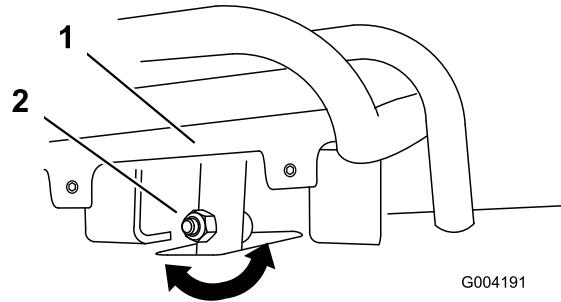
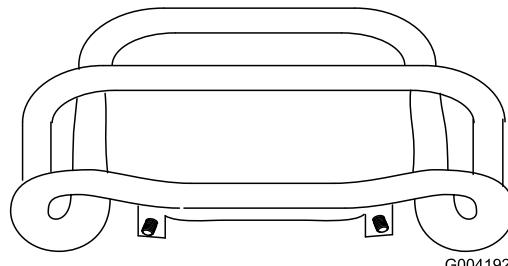

Figura 53
Figura 54
4. Se la parte anteriore del comando della trazione non rimane diritta e a filo con la barra di riferimento, allentare il dado flangiato e imbullonare lo stelo del comando della trazione (Figura 53).
5. Regolare il comando della trazione in modo che rimanga a filo con la barra di riferimento quando viene tirato all'indietro (Figura 53 e Figura 54).
- C. Allentate il dado flangiato e il bullone nello stelo del comando della trazione (Figura 53).
- I. Regolare il comando della trazione in modo che rimanga a filo con la barra di riferimento quando viene tirato all'indietro (Figura 53 e Figura 54).